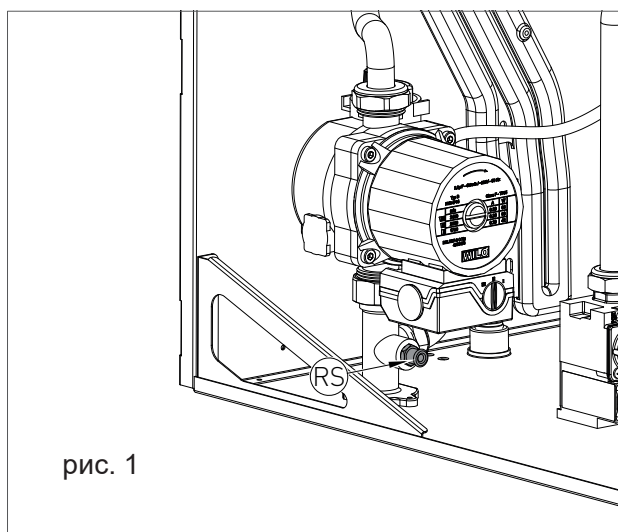

рис. 1
- › Поверните кран опорожнения системы 'RS' (рис. 1).